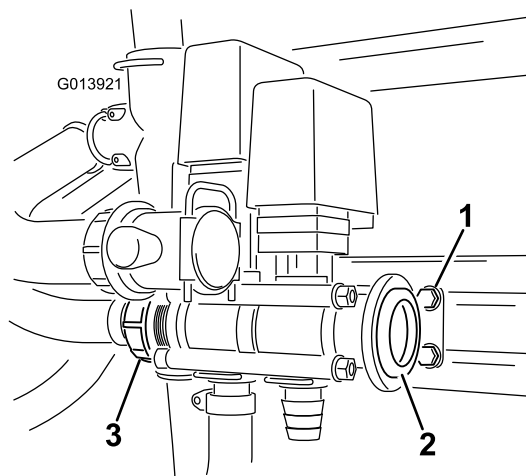

Bild 7
Hinweis: Stellen Sie sicher, dass die Halterung verstellt werden kann, wenn Sie die Ventile paaren (Bild 7). Der maximale Anzug ist 271-339 N-cm.
19. Setzen Sie die Dichtung in den Adapter ein und setzen Sie die gelöste Gewindeklemme auf das Adaptergehäuse (Bild 7).